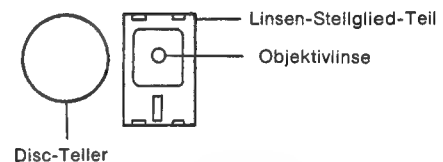

Abb. 10
7. Überprüfung der Objektivlinse (Abb. 10)